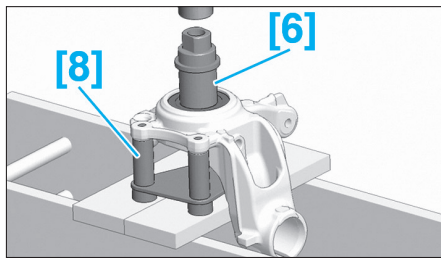

FIG. 38
- Repositionner la cage intérieure (2).
- Positionner le pivot sur l'outil [8] (Fig.38).